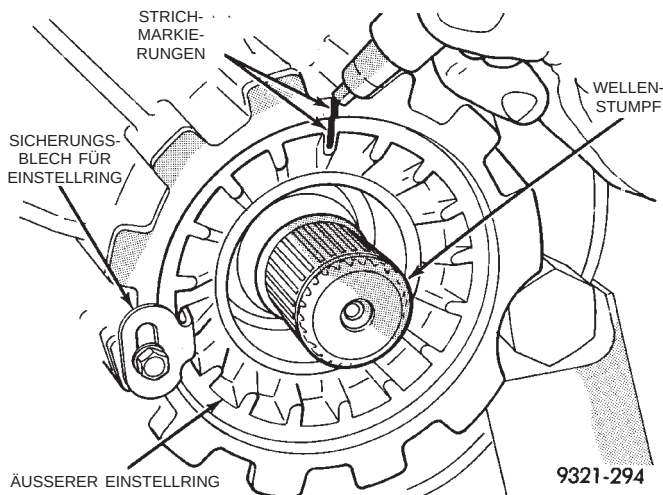

Abb. 55 Strich am äußeren Einstellring zeichnen
(4) Strich über äußeren Einstellring zeichnen (Abb. 55). Sicherungsblech entfernen und Einstellring genau eine Umdrehung zurückdrehen. Anschließend den Differentialdeckel abbauen.